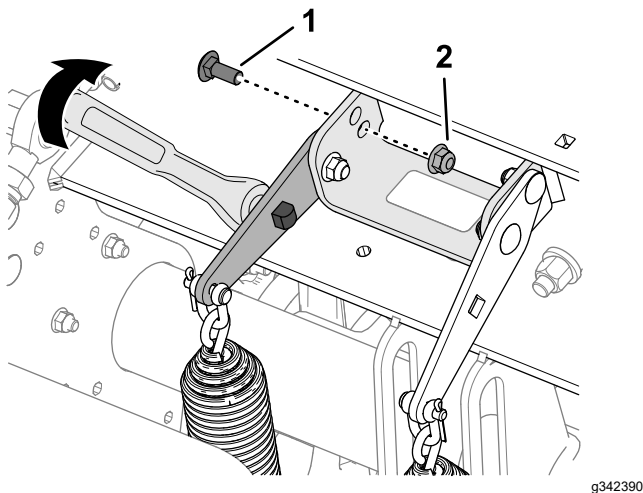

Figura 110
4. Inserite un cricchetto da 1/2" o una barra idonea nel foro quadrato della foglia della piastra di tensione della molla (Figura 110).